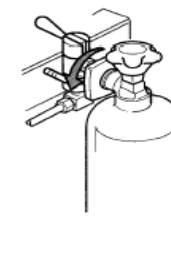

Рисунок 25
- Присоединить вентиль баллона к раздаточному штуцеру (рисунок 25);